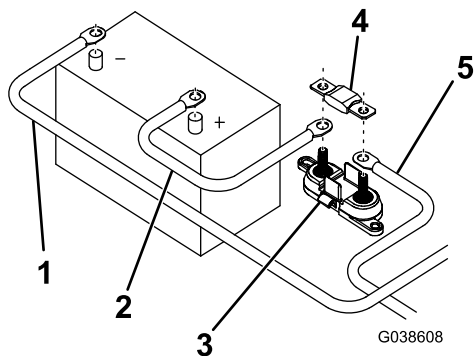

Figura 2
7. Conecte el cable alargador negro de corriente/masa al borne negativo (-) de la batería (Figura 2).
12. Monte el portafusibles a menos de 50 cm (20") de la batería del vehículo (Figura 2).
13. Conecte el extremo libre del cable alargador largo de la batería al portafusibles (Figura 2).
14. Conecte el cable alargador corto de la batería al otro borne del portafusibles (Figura 2).
15. Instale el fusible de 150 A (Figura 2).
16. Conecte el extremo libre del cable alargador corto de la batería al borne positivo (+) de la batería (Figura 2).